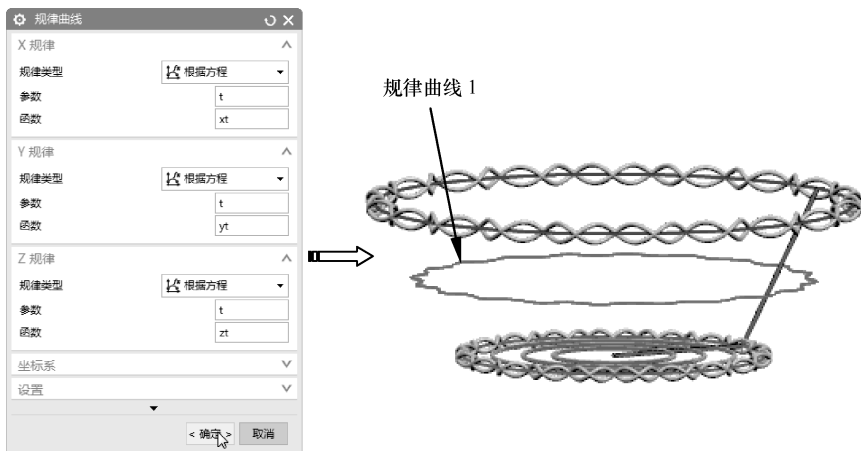

图 5-116 创建第一条规律曲线
- 17 在菜单栏中执行【插入】|【曲线】|【规律曲线】命令，打开【规律曲线】对话框。保留默认设置，单击【应用】按钮，完成第一条规律曲线的创建，如图 5-116 所示。